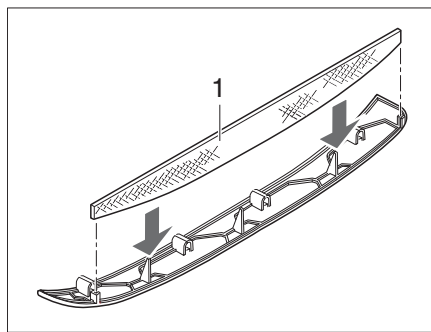
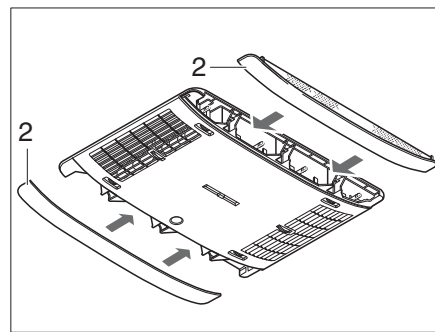

Fig. 164 Filtro de pelusas de la instalación de aire acondicionado
Fig. 165 Paneles de instalación de aire acondicionado
En los paneles laterales (Fig. 165,2) hay dos filtro de pelusas. Los filtros de pelusas deben ser limpiados a intervalos regulares, pero por lo menos cada 6 meses, y reemplazados en caso necesario.
- Sacar los paneles (Fig. 165,2) del distribuidor de aire y limpiar los filtro de pelusas (Fig. 164,1) o reemplazarlos si es necesario.